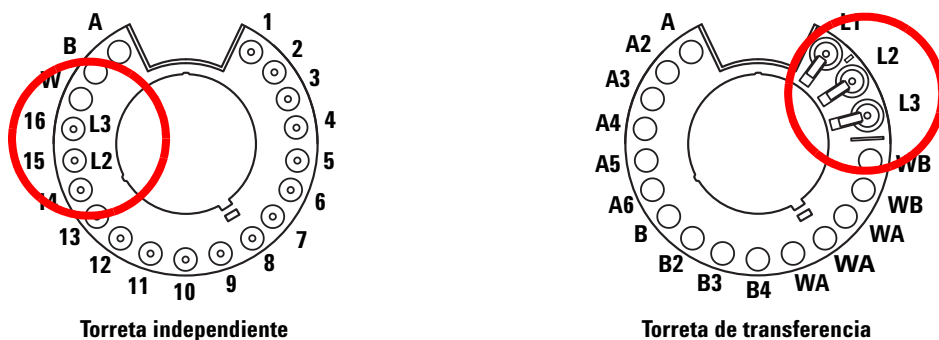

Figura 62 Ubicaciones de viales en la torreta para inyecciones en sándwich
Cuando se cargan los viales para las inyecciones en sándwich, la capa 1 (L1) se puede colocar en cualquier posición de la torreta de la 1 a la 14, si se utiliza una torreta independiente, o bien, en cualquier posición de la bandeja de 1 a 150 si se utiliza una torreta de transferencia con bandeja de muestras. Los viales para las capas 2 (L2) y 3 (L3) se deben colocar en las posiciones de la torreta **L2** y **L3** (Figura 62), respectivamente.
- 3 Coloque el vial de disolvente B (L3) en la posición de torreta **L3**. Consulte la Figura 62 en la página 211 para obtener información sobre las posiciones de la torreta.